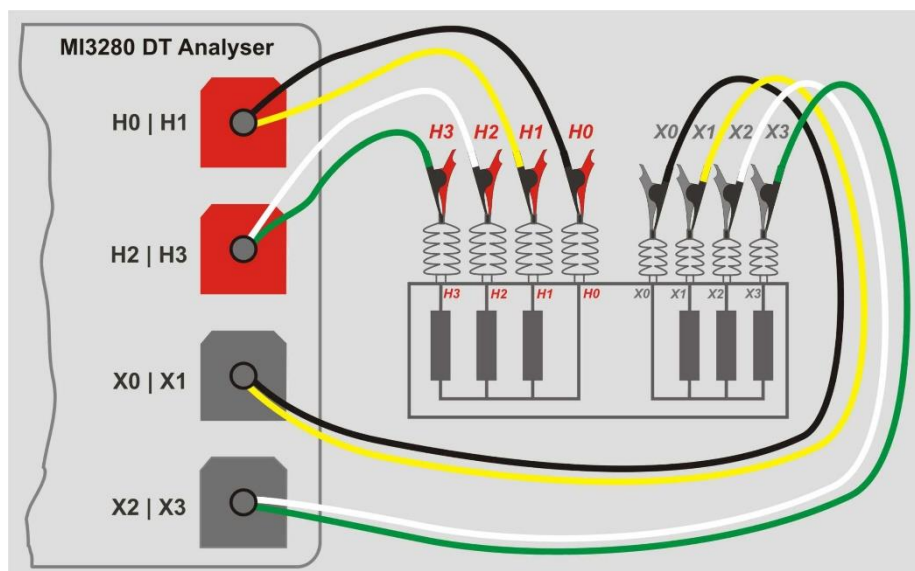

Figura 11.22: Medición de la resistencia del bobinado de un transformador trifásico
Para medir un transformador de tensión/corriente trifásico necesita un conector **H1|H0** (borne rojo: cables negro y amarillo), un conector **H2|H3** (borne rojo: cables verde y blanco), un conector **X1|X0** (borne gris: cables negro y amarillo) y un conector **X2|X3** (borne gris: cables verde y blanco), al enchufe del analizador MI 3280 TD apropiado como se muestra en la Figura 11.22.
- ❑ Conecte el transformador trifásico como se muestra en la Figura 11.22.